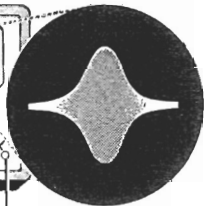

Fig. 96b
- Schakel de generator op „FM”; modulatiefrequentie 50 Hz en  $\Delta f$  maximaal. Regel de X- en Y-versterking tot een beeld volgens fig. 96b ontstaat (indien er twee beelden door elkaar zichtbaar worden, verminder dan de helderheid).